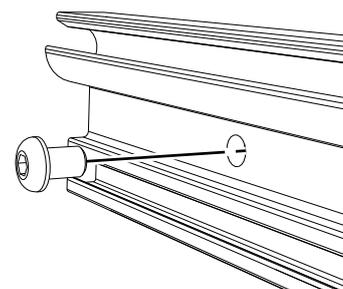

Abbildung 50. Anschlagprofil festschrauben
7. Das Anschlagprofil in den vorgebohrten Öffnungen festschrauben, siehe Abbildung 50